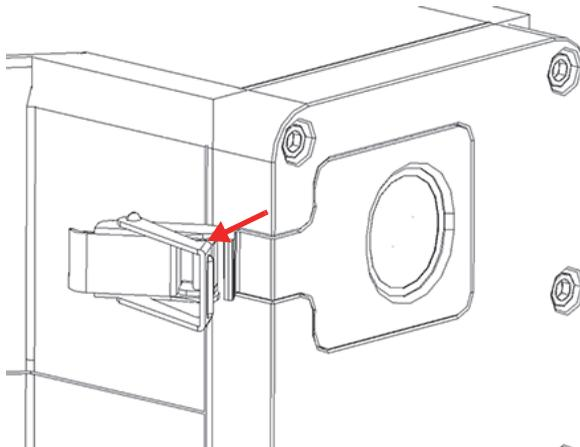

Figure 4-3 Bouton d'ouverture de la plaque frontale complètement ouvert
4. Soulevez l'avant du bouton d'ouverture pour l'ouvrir complètement (Figure 4-3 à la page 64).